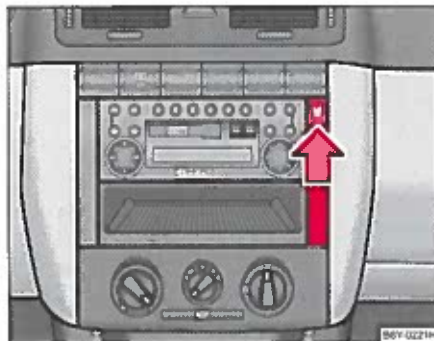

Fig. 67 Instrumentbræt: Kopholder
- Tryk symbolet  i pileretningen $\Rightarrow$ fig. 67, kopholderen kommer ud og åbnes.